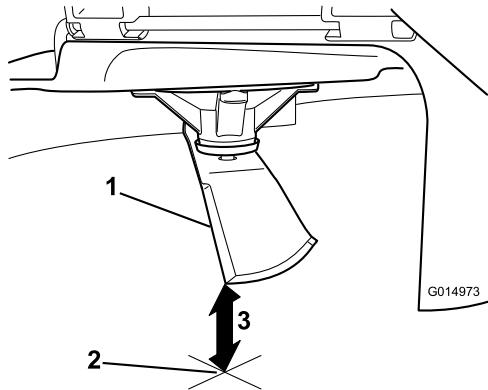

Figura 57
3. Misurate dalla punta della lama alla superficie piana (Figura 57).